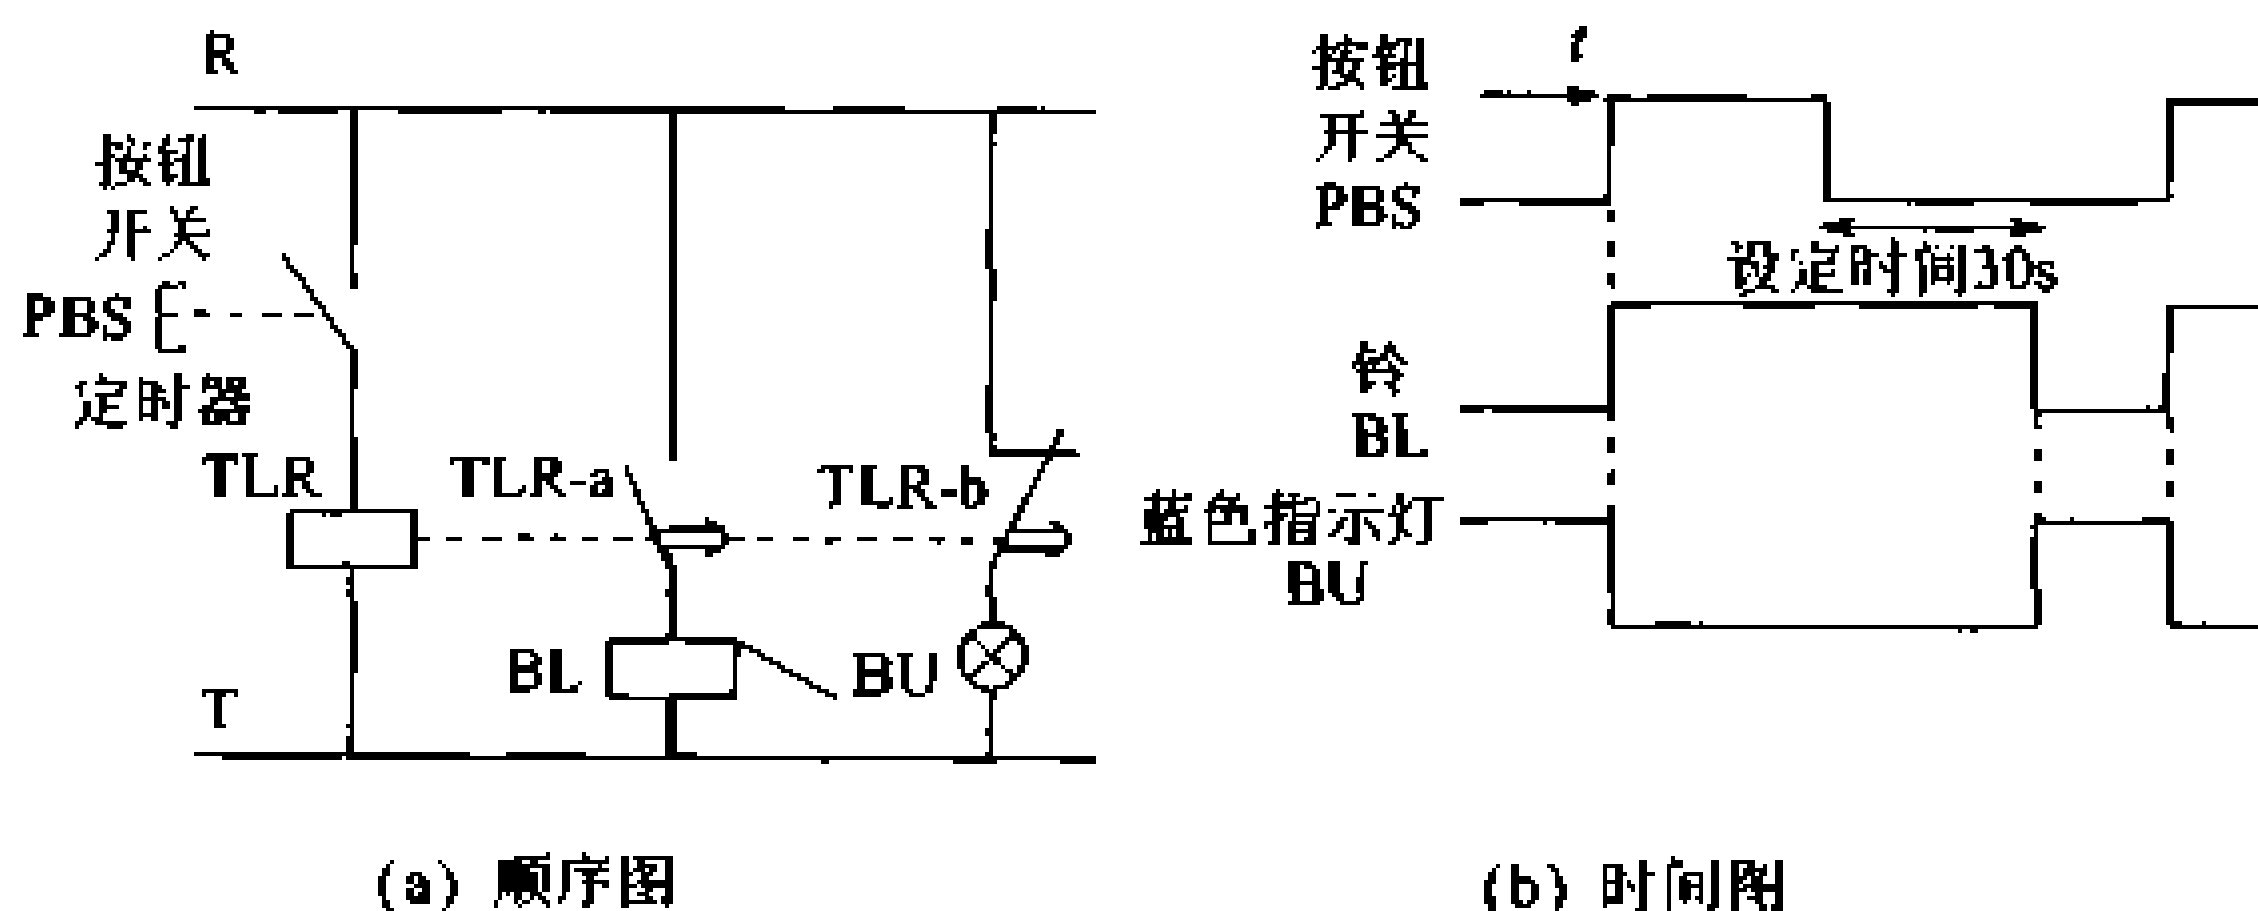

图 7.29 采用定时器限时复位的铃与蜂鸣器鸣响电路
**控制例 2** 图 7.29 是使用定时器限时复位的铃与蜂鸣器鸣响的电路。现在来看一下汽车从车库一辆挨着一辆出库的控制, 车出库准备好了, 蓝色指示灯亮。如果按一次开关 PBS, 蓝色指示灯熄灭, 铃声响, 告知人们车可以出车库了。手离开开关 30s 钟后, 铃声停止鸣响, 告知人们下一辆车可以出库的蓝色指示灯再次点亮。